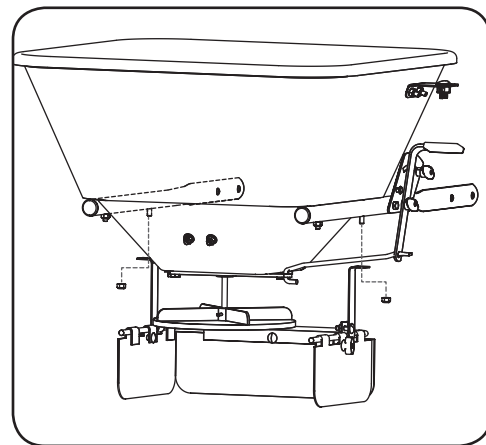

Figura 1-13
- Alinee el deflector para que la abertura en las placas del deflector mire hacia atrás. Fije el deflector a los pernos de los tubos del bastidor/ del frente de la tolva con las tuercas extraídas en el paso anterior. Vea la Figura 1-13.